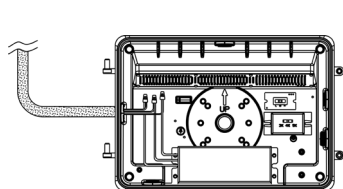

Fig. 2.5
5. Connecter les fils du luminaire (L, N, G) à l'alimentation (Fig. 2.5).